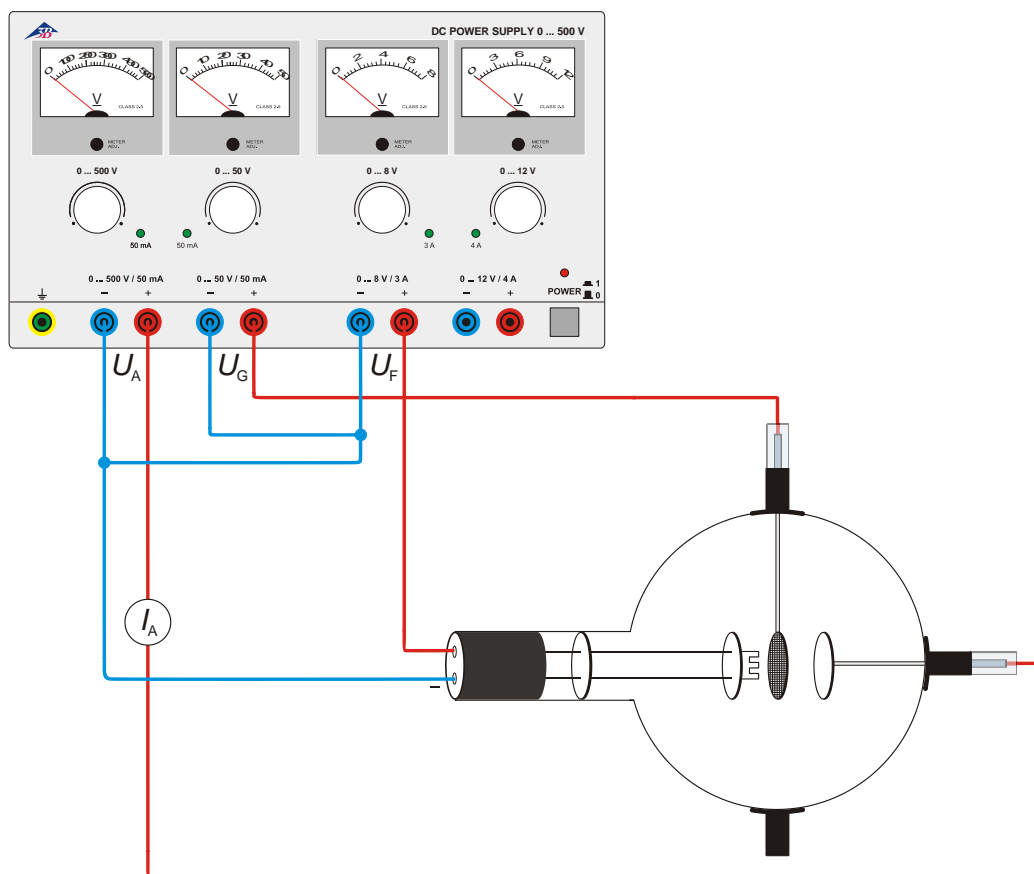

Fig. 1 Démonstration du courant anodique et détermination de la polarité des porteurs de charges
- Procédez au câblage comme le montre la figure 1. Branchez le pôle négatif de la tension anodique à la borne de 4 mm marquée du signe « moins » sur le col du tube.